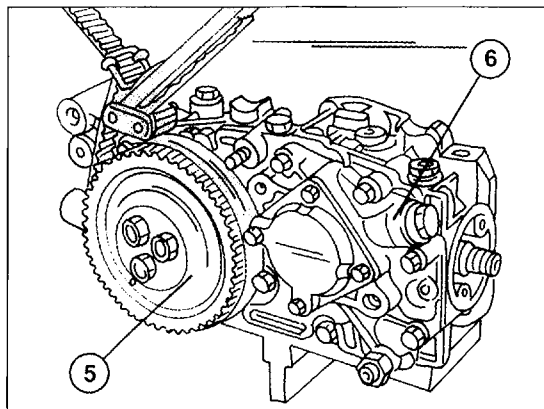

Bild 134
- Das Gehäuse auf einer Platte verschrauben und die Platte in einen Schraubstock einspannen. Den Filter (1), falls vorhanden, von der anderen Seite des Ölkühlers abschrauben, die Einspritzpumpe, die Unterdruckpumpe (2) und den hinteren Deckel der Ölpumpe (3). Letzterer dient als Stütze für die Unterdruckpumpe.
- Das Zahnriemenrad (5) wie in Bild 134 gezeigt gegenhalten und die drei Schrauben des Rads lösen. Auf der gleichen Seite den Deckel (6) abschrauben.